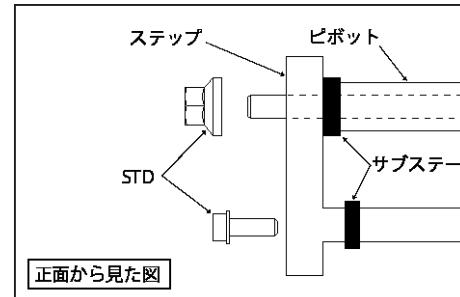

図 1
- ① サブステーを車体へ取り付けます。
3. 取り外したカラーの位置にサブステーが来るようセッティングし純正ボルトとナットを締め付けて下さい(図. 1)